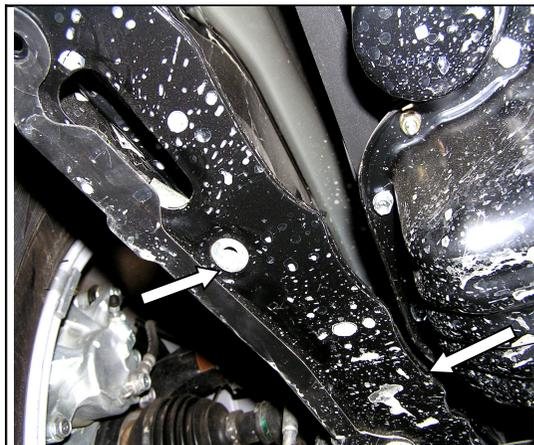

Рис.3
3. В отверстия передней части лонжеронов завести две планки 3, рис.3.
4. Над отверстиями в задней части лонжеронов положить две планки 3, (с правой стороны под болт 11) рис.3.